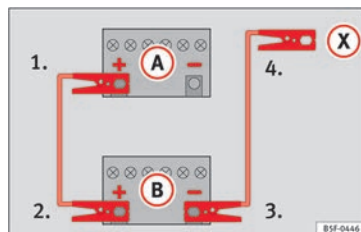

Fig. 59 Schema elettrico per i veicoli non dotati di sistema Start&Stop.
2. Collegare un'estremità del cavo di emergenza **rosso** al polo positivo (+) del veicolo con la batteria scarica (A) » fig. 59.
3. Collegare l'altra estremità del cavo di emergenza **rosso** al polo positivo (+) della batteria che fornisce la corrente (B).
4. *Nei veicoli senza sistema Start/Stop:* collegare un'estremità del cavo **nero** di emergenza al polo negativo (-) del veicolo che eroga la corrente (B) » fig. 59.